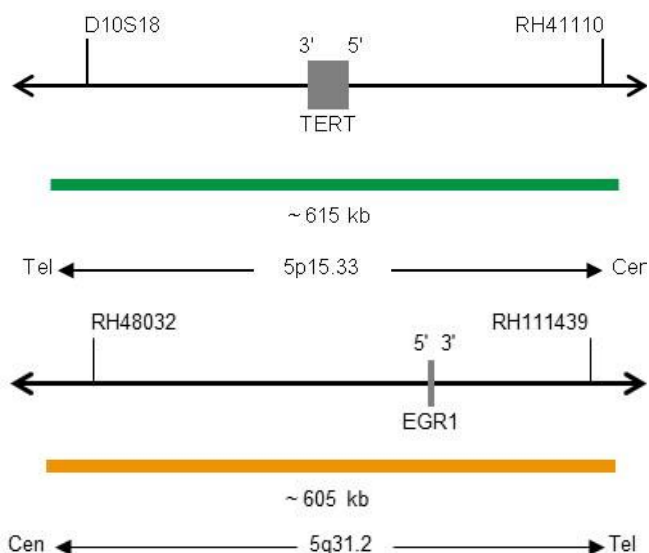

Fig. 1: In alto: Mappa della sonda SPEC TERT; In basso: Mappa della sonda SPEC 5q31 (non in scala)
- Polinucleotidi (~10.0 ng/ μ l) marcati con fluorocromo ZyGreen (eccitazione 503 nm/emissione 528), le cui sequenze target mappano in 5p15.33* (chr5:974,089-1,588,209) in cui è localizzato il gene TERT (vedere Fig. 1).
- Polinucleotidi (~4.5 ng/ μ l) marcati con fluorocromo ZyOrange (eccitazione 547 nm/emissione 572 nm), le cui sequenze target mappano in 5q31.2* (chr5:137,394,637-137,999,163) (vedere Fig. 1).